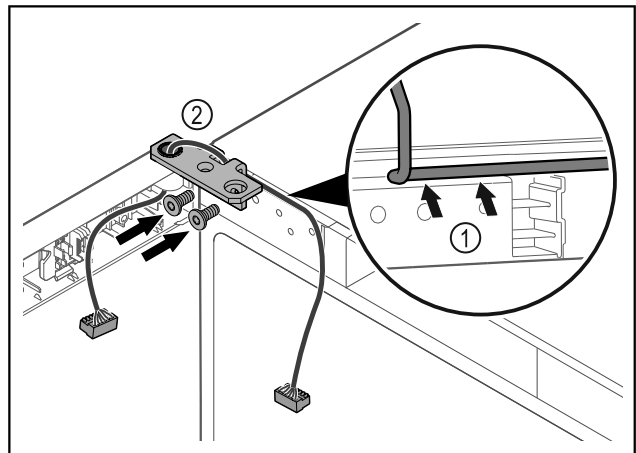

Fig. 58
- ▶ Вкарайте кабела през прореза на ъгъла на пантата и го положете внимателно Fig. 58 (1).
- ▶ Завинтете ъгъла на пантата Fig. 58 (2).